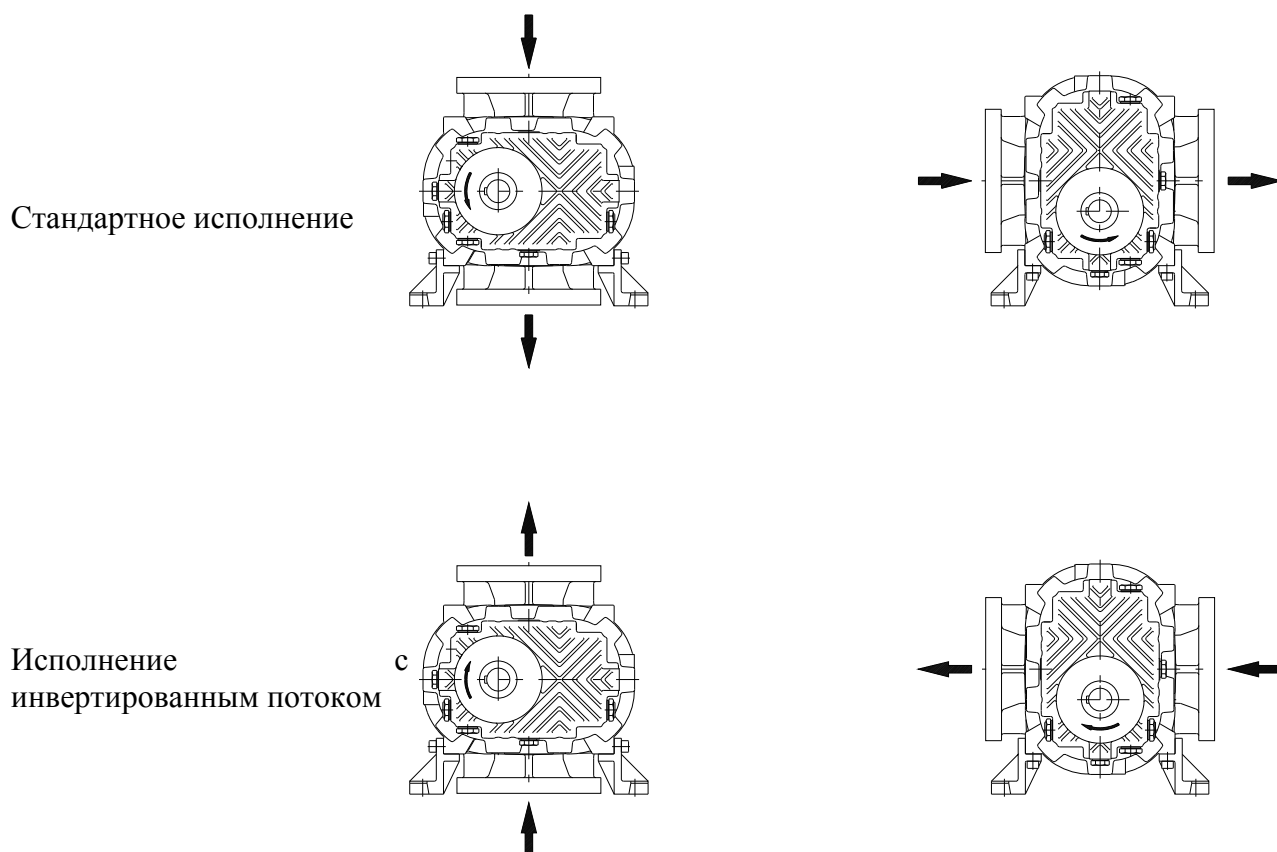

Рис. 5
**ВНИМАНИЕ:** Не используйте воздуходувки с направлениями вращения или потока отличными от указанных на рис.5.